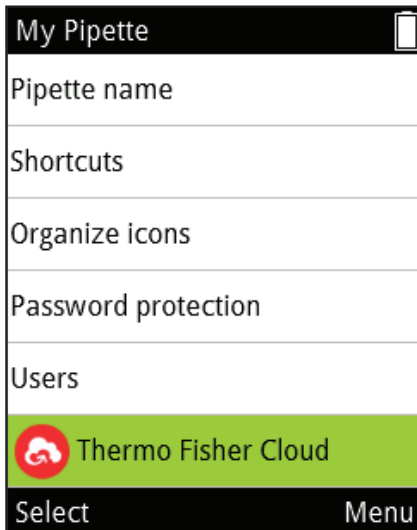

Figura D56.
2. Selezionare **Thermo Fisher Cloud** e premere  **(Select)** (Seleziona) (Figura D56).